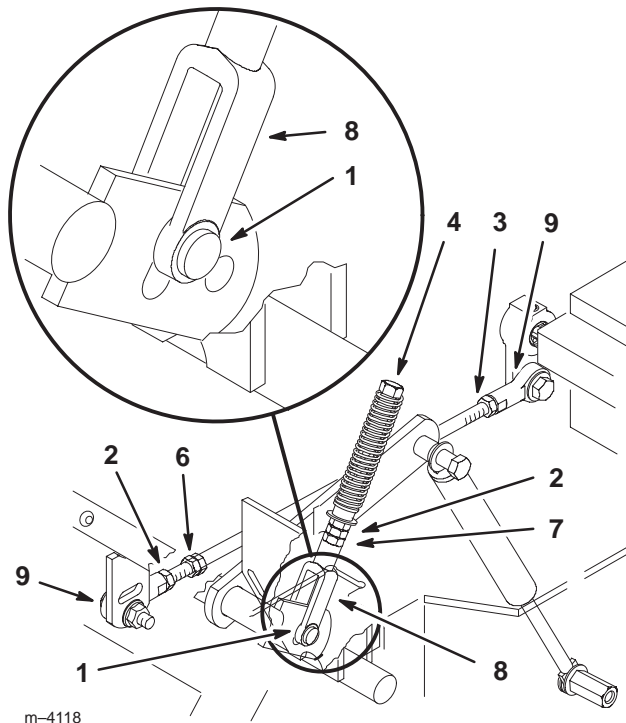

Figure 53
4. Tirez-le ensuite en arrière jusqu'à ce que l'axe de chape (situé sur le bras au-dessous de l'axe de pivot) touche l'extrémité de la fente (c.-à-d. commence juste à appuyer sur le ressort) (Fig. 53).
6. Si un réglage s'impose, desserrez l'écrou et l'écrou de blocage vissés contre la chape (Fig. 53).
8. Serrez l'écrou et l'écrou de blocage (Fig. 53).
1. Desserrez les contre-écrous sur les rotules de la tige de commande de la pompe (Fig. 53).
3. Réglez la longueur de la tige de pompe en tournant les doubles écrous dans le sens voulu, jusqu'à ce que la roue soit immobilisée ou tourne légèrement en marche arrière (Fig. 53).
6. Serrez les écrous contre les rotules (Fig. 53).